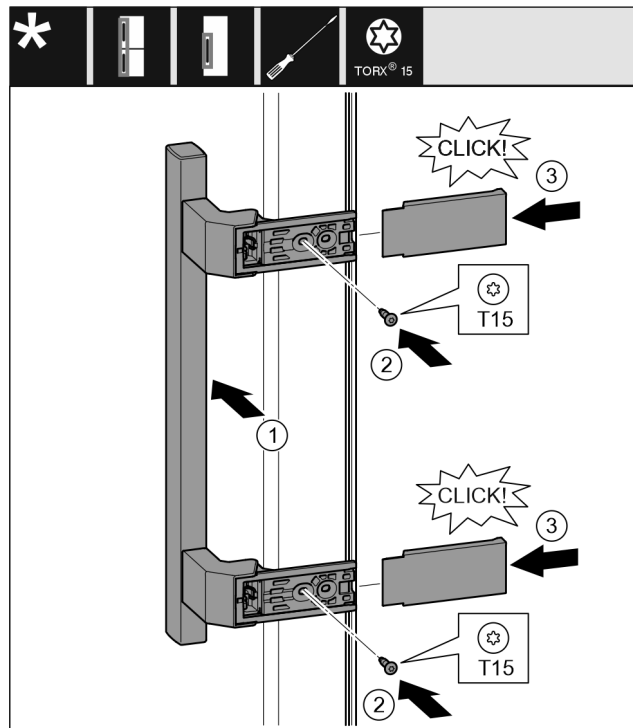

Fig. 14
- ▶ Установите ручку на противоположной стороне. Fig. 14 (1)
- ▶ Затяните винты отверткой T15. Fig. 14 (2)
- ▶ Установите крышки сбоку и надвиньте их. Fig. 14 (3)